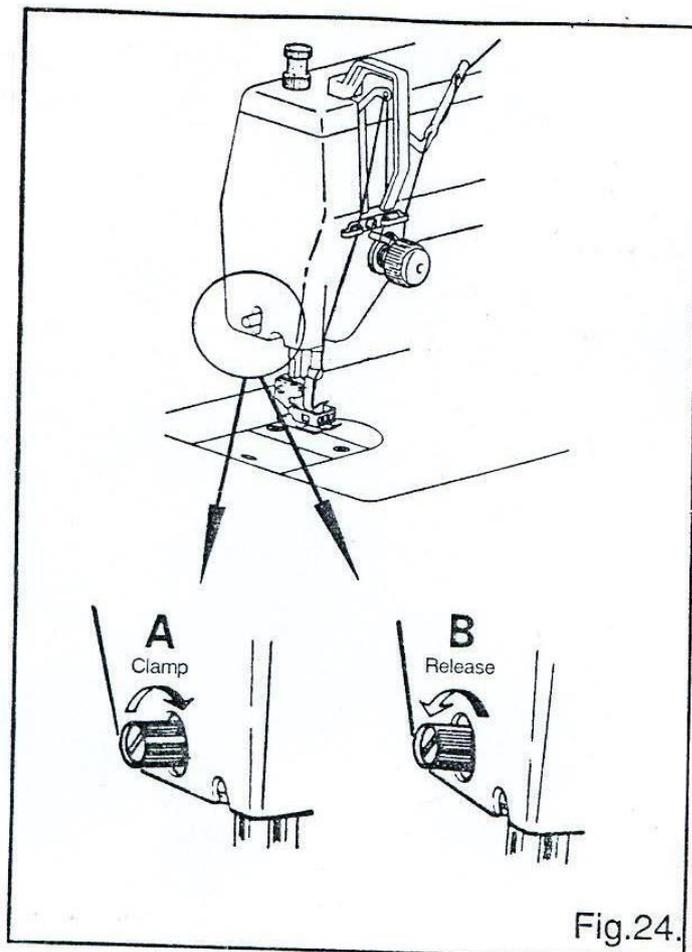
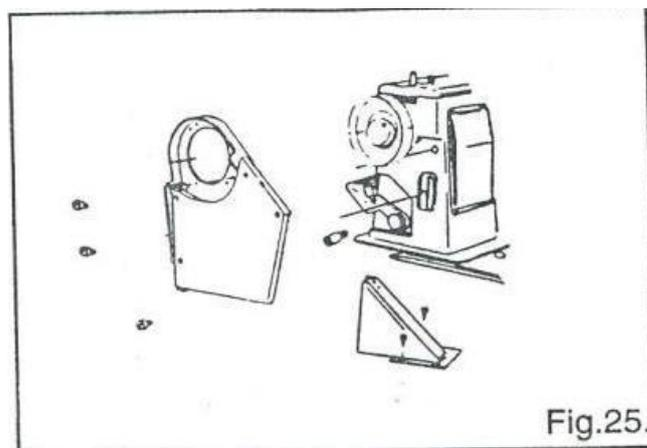

Fig.24.
Fig.25.
20. Переключение на прямострочный стежок (Рис. 24)**ОСТОРОЖНО!***Отключите швейную машину от электрической сети.*
*Надписи на (Рис. 24):**А – зажать, В – отпустить.***21. Установка защитного кожуха приводного ремня (Рис. 25)****ВНИМАНИЕ!***Отключите швейную машину от электрической сети.*